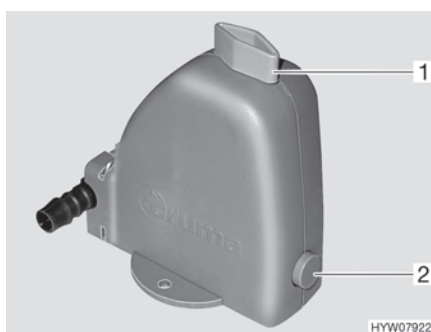

Bild 117 Säkerhets-/avtappningsventil
Värmesystemet är utrustat med en säkerhets-/avtappningsventil (Bild 117). Säkerhets-/avtappningsventilen gör så att vattnet i varmvattenberedningen inte fryser till is när det är frost och värmesystemet inte är påslagen.
- Stäng säkerhets-/avtappningsventilen. Ställ vredet (Bild 117,1) diagonalt mot säkerhets-/avtappningsventilen och tryck in tryckknappen (Bild 117,2).
- Öppna säkerhets-/avtappningsventil. Vrid då vredet (Bild 117,1) mot säkerhets-/avtappningsventilen. Tryckknappen (Bild 117,2) skjuts ut. Nu töms varmvattentanken via säkerhets-/avtappningsventilen utomhus.